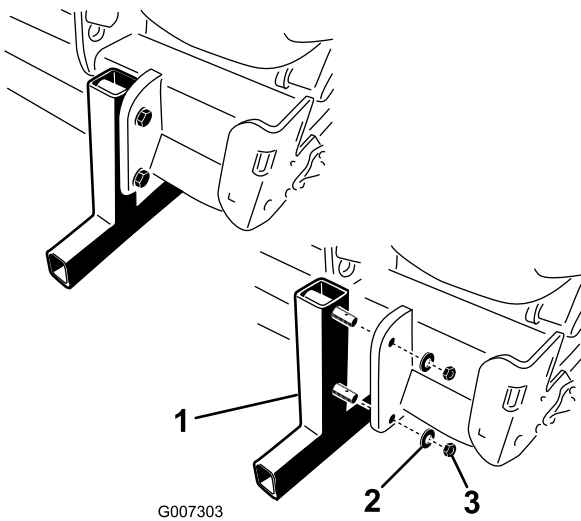

Figura 16
2. Retire as porcas e as anilhas de segurança que fixam os apoios de armazenamento ao arejador (Figura 16).
4. Insira os pinos de sujeição (incluídos em peças soltas) nos pinos de apoio para armazenamento (Figura 16).